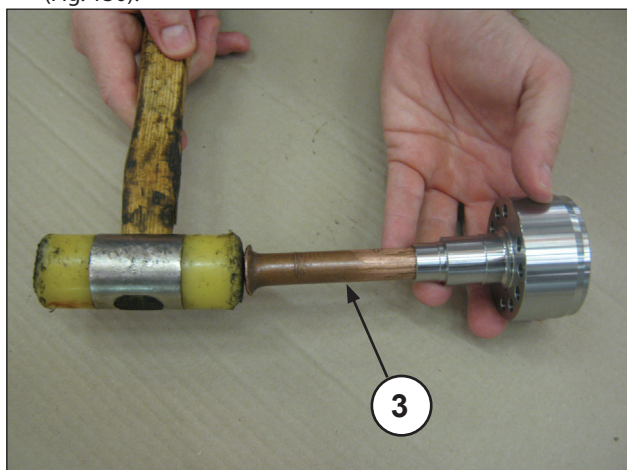
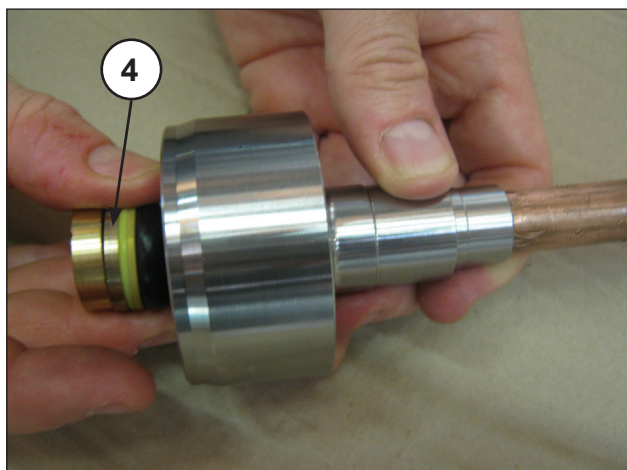
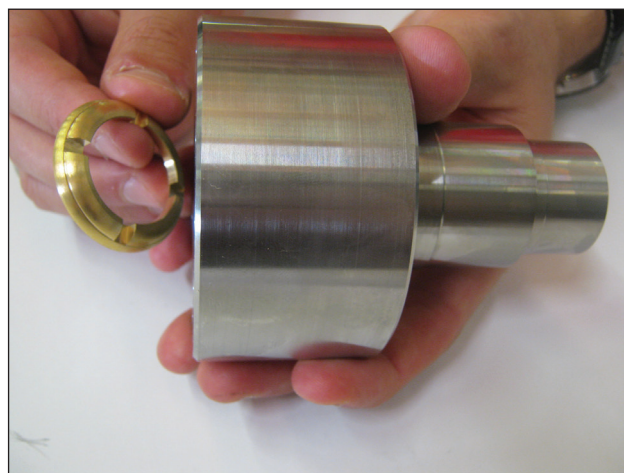

Fig. 128
Fig. 129
Fig. 130
- Avec le support de joints HP séparé et une goupille spécifique (rep. ③ Fig. 128) faire sortir de groupe H.P. (haute pression) (rep. ④ Fig. 129), extraire la bague de tête (Fig. 130).
Remplacer le groupe HP (Fig. 129, rep. ④) à chaque opération de démontage.